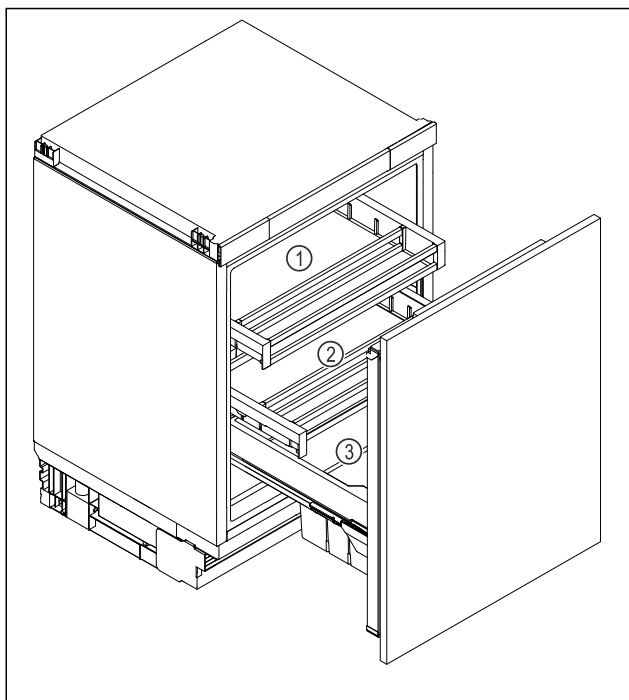

Fig. 6
- ▶ Bovenste schuifvak Fig. 6 (1): Boter, kaas, conserven en tubes bewaren.
- ▶ Onderste schuifvak Fig. 6 (2): Bederfelijke voedingsmid-delen zoals kant-en-klaarmaaltijden, vis, vlees en worst-producten bewaren.
- ▶ Fruit- en groentebak Fig. 6 (3): Verpakt fruit en verpakte groenten bewaren.
- ▶ Drankenvak Fig. 6 (3): Afzonderlijke flessen bewaren.